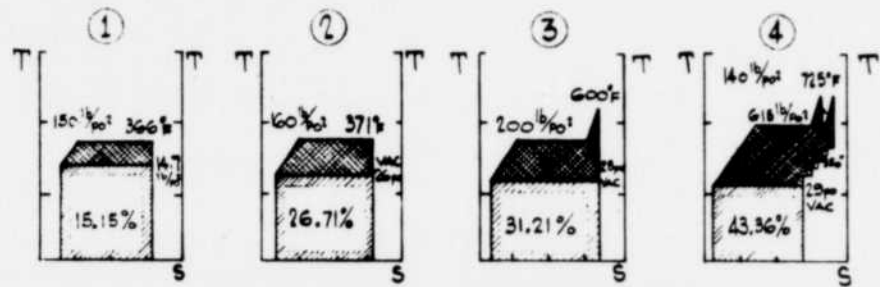

Fig. 3 — Diagrammes température-entropie.
La Fig. 3 nous présente quelques diagrammes températures-entropie tirés de l'étude de Sir Leonard Pearce③, et nous font voir l'importance de la condensation et du réchauffage pour améliorer le rendement thermique. Le rendement se voit comme étant le rapport de l'aire supérieure sur l'aire totale. En conséquence, tout ce qui contribue à l'augmentation de l'aire supérieure contribue à l'augmentation du rendement thermique.